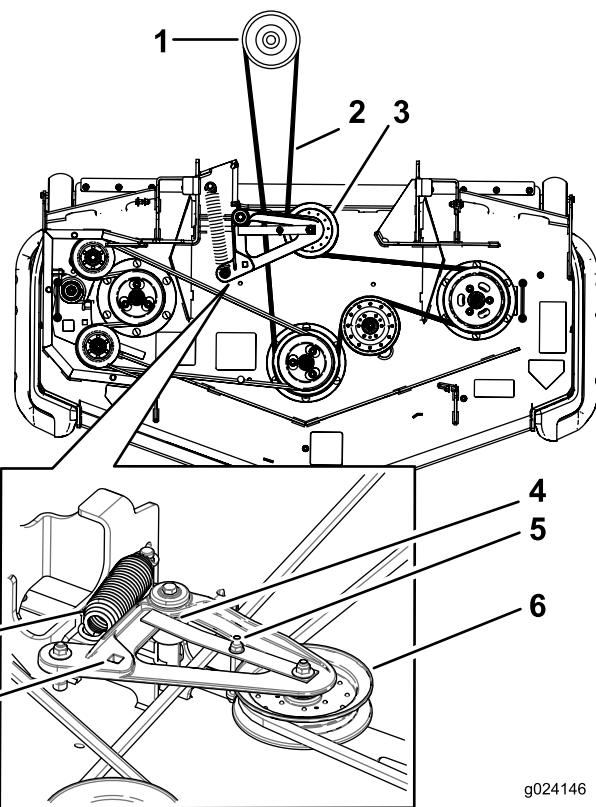

Figura 97
5. Levante la chapa de suelo e introduzca una llave dinamométrica en el taladro cuadrado del brazo tensor de la carcasa (Figura 97).
6. Gire cuidadosamente el brazo tensor de la carcasa en sentido horario y retire la correa del cortacésped (Figura 97).
7. Retire y guarde los herramientas de ambos lados de la carcasa, según se muestra en la Figura 97.